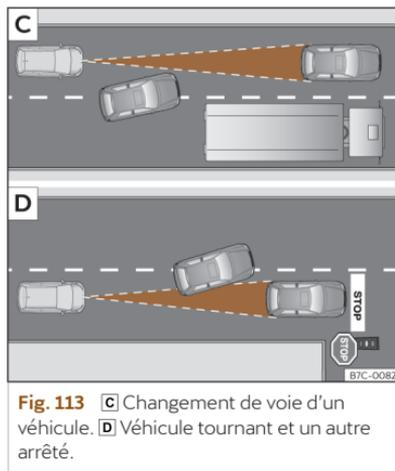

Fig. 113 **C** Changement de voie d'un véhicule. **D** Véhicule tournant et un autre arrêté.
- Véhicules changeant de voie pour aller sur la vôtre, à courte distance de votre véhicule >>> **fig. 113 C**.
L'ACC ne réagit pas face à des véhicules arrêtés. Par ex., si un véhicule détecté par l'ACC tourne ou se détache et que devant ce dernier se trouve un véhicule à l'arrêt, l'ACC ne réagira pas face à celui-ci >>> **fig. 113**